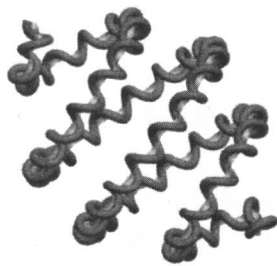

图 1-34
⑤ 单击草绘命令工具栏中的 ☒ 按钮，完成特征截面的绘制。单击模型对话框中的【确定】按钮，完成扫描特征的建立。完成后的模型如图 1-34 所示。